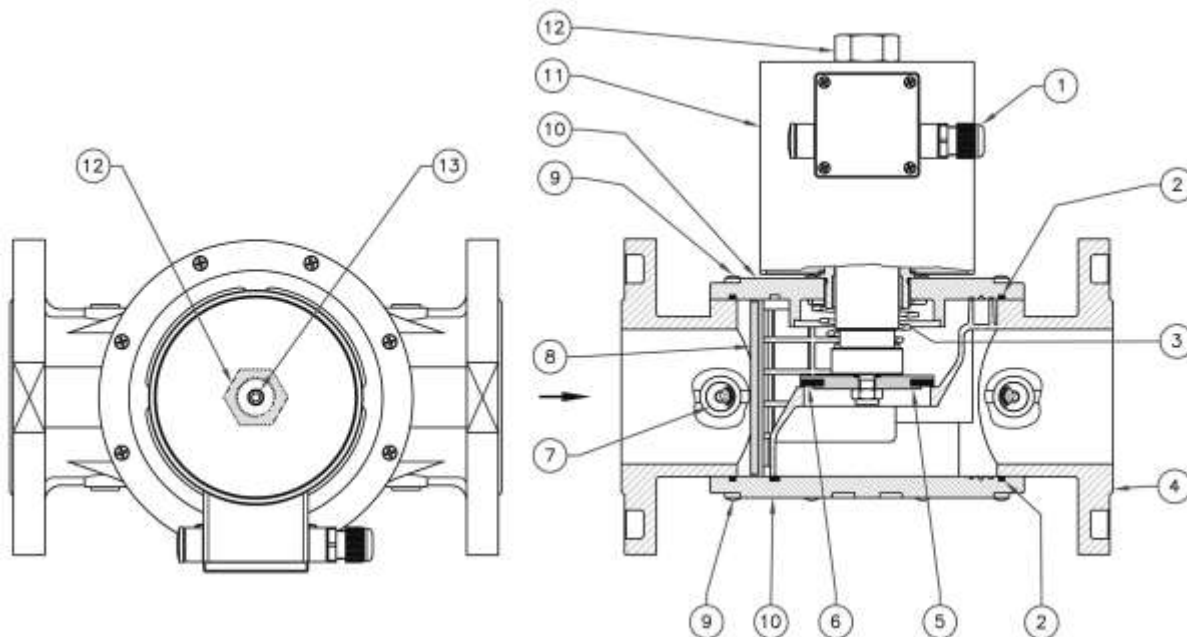

Рис. 3
Клапан рис. 3 состоит из: электрический коннектор (1); верхнее уплотнительное кольцо (2); пружина запирающего механизма (3); корпус (4); затвор (5); уплотняющая прокладка (6); заглушка (7); фильтрующий элемент * (8); винт крепления крышки (9); крышка нижняя (10); электромагнитная катушка (11); гайка крепления электромагнитной катушки (12); винт регулировки расхода (13).